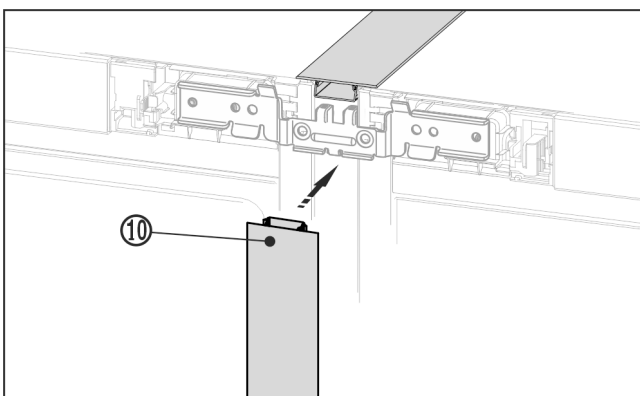

Fig. 23
- ▶ От предната страна притиснете дългата покривна лайстна Fig. 23 (10) във вертикалния процеп. Обърнете внимание на това, лайстната да легне върху свързващата ламарина.